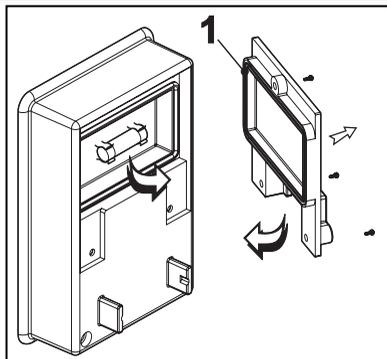

Fig. 21
- Dans la partie arrière du boîtier de commandes (Fig.21) dévisser les vis et enlever la porte de fermeture de l'emplacement fusibles.
- Refermer le couvercle en contrôlant si la bague d'étanchéité (1) est dans sa position correcte.